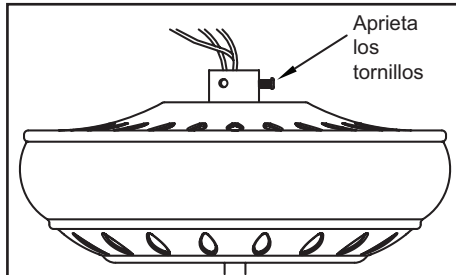

Figura 8
CUANDO MONTES EL VENTILADOR EN UN TECHO INCLINADO, DEBES USAR EL MÉTODO DE MONTAJE CON TUBO BAJANTE Y BOLA ESTÁNDAR. LA PLACA DE MONTAJE DEBE ESTAR INSTALADA DE MANERA TAL QUE LAS ABERTURAS EN FORMA DE RANURA QUEDEN EN EL LADO INFERIOR, DESLIZANDO LA PLACA DE MONTAJE DESDE LA PARTE SUPERIOR HACIA ABAJO. SI EL ÁNGULO DE MONTAJE ES MAYOR, RETIRA LA CUBIERTA INFERIOR DECORATIVA DE LA CUBIERTA (FIGURA 8).
- Vuelve a ajustar los tornillos del collarín en la parte superior de la carcasa del motor (Figura 8).